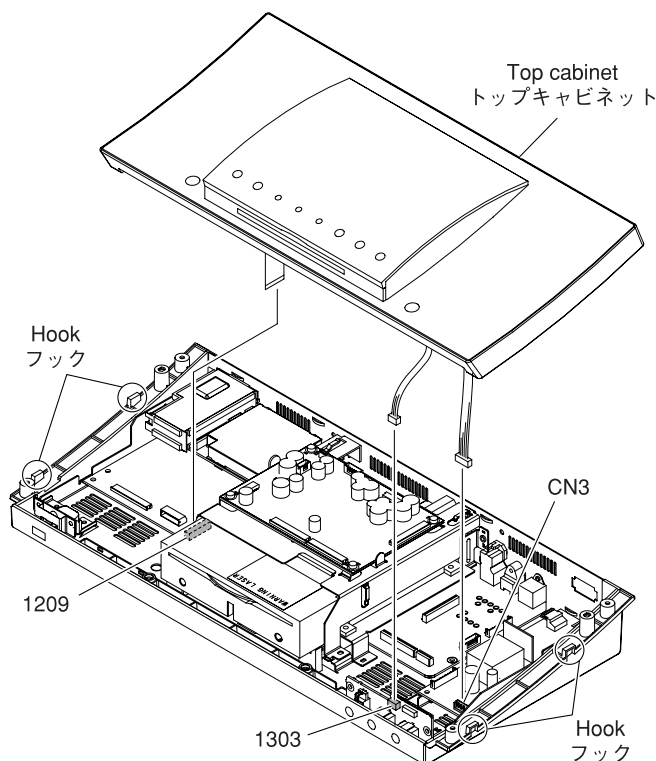

Fig. 2
- b. Release 4 hooks and then pull out the top cabinet slowly. (Fig. 2)
- c. Remove 1209, 1303 and CN3. (Fig. 2)
- d. Remove the top cabinet. (Fig. 2)
- b. フック 4 箇所を外し、トップキャビネットをゆっくり外します。 (Fig. 2)
- c. 1209、1303、CN3 を外します。 (Fig. 2)
- d. トップキャビネットを取り外します。 (Fig. 2)